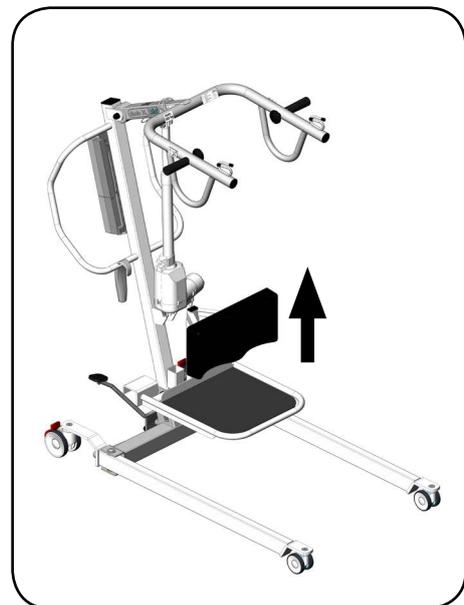

Abb. 8.8.03 - Trittbrett entfernen
5. Entfernen Sie das Trittbrett vom Fahrgestell (Abbildung 8.8.03).